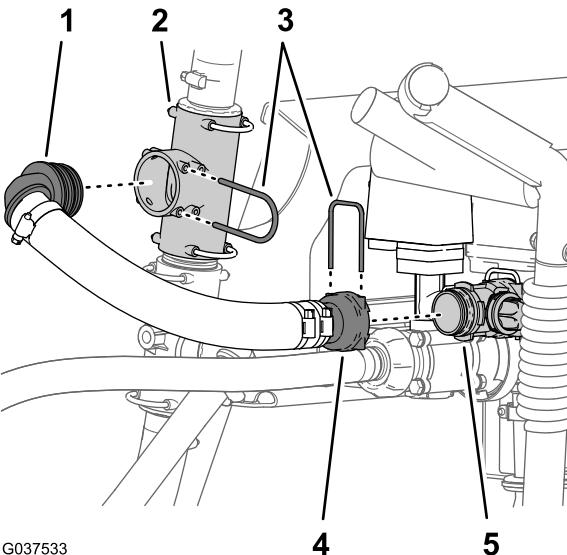

图36
1. 拆下将搅拌旁通软管直通宝塔接头固定至搅拌旁通阀的卡环 **图36**。
- 拆下将搅拌旁通软管的 90° 宝塔接头固定至上 T 形接头的卡环 图36。
- 从机器上拆下搅拌阀软管 图36。